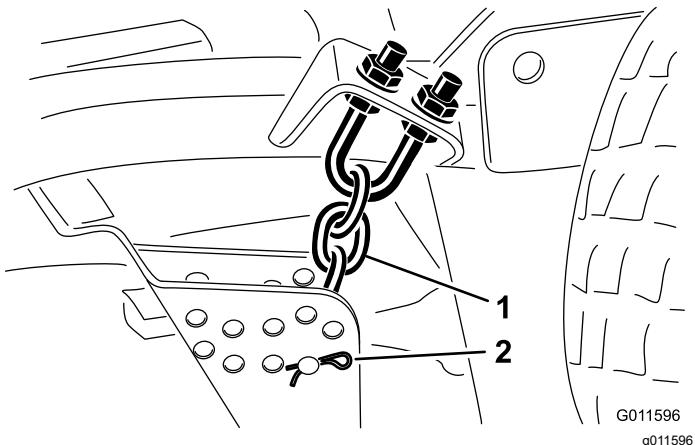

Figure 19
- Enlevez la goupille fendue et l'axe de chape qui fixent les chaînes de hauteur de coupe à l'arrière de l'unité de coupe (Figure 19).